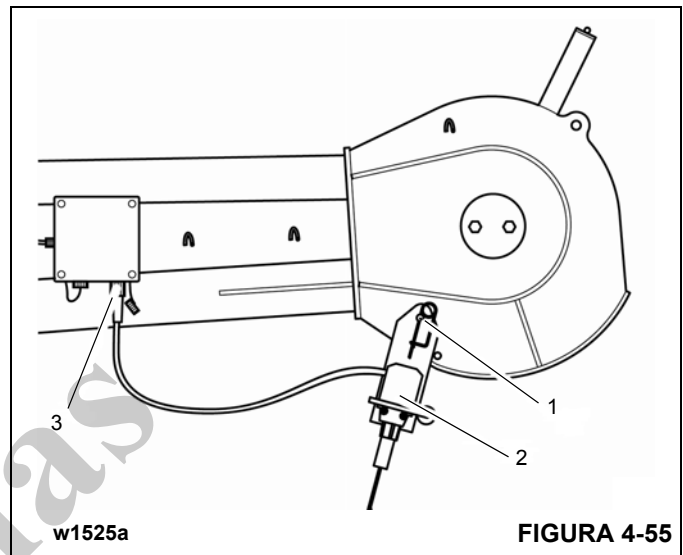

FIGURA 4-55
- Conecte o fim de curso de elevação (2) à manilha (1) e fixe-o com um pino de retenção (Figura 4-55).
- Conecte o fim de curso de elevação no soquete (3).
- Ao armazenar, feche o soquete(3) com a tampa de proteção.